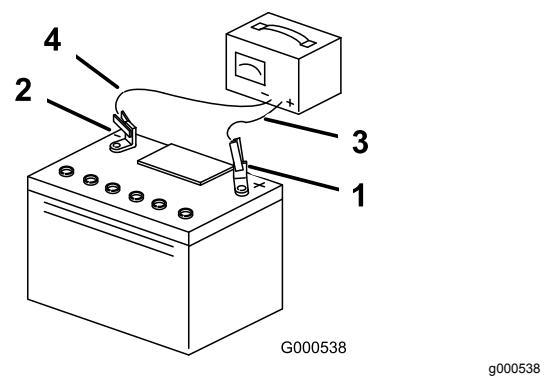

Figura 49
3. Cuando la batería esté completamente cargada, desconecte el cargador de la toma de electricidad, luego desconecte los cables del cargador de los bornes de la batería (Figura 49).